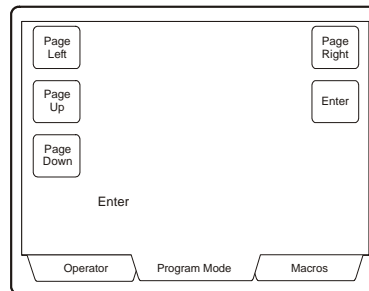

Figure 4.7 : menu matrice
2. Appuyez ensuite sur la touche logicielle MATRIX MENUS (MENUS MATRICES). Le menu matriciel s'affiche sur l'écran du clavier ADCC1100 (figure 4.7) et le menu principal du système de commutation matricielle actuellement utilisé apparaît sur le moniteur sélectionné.